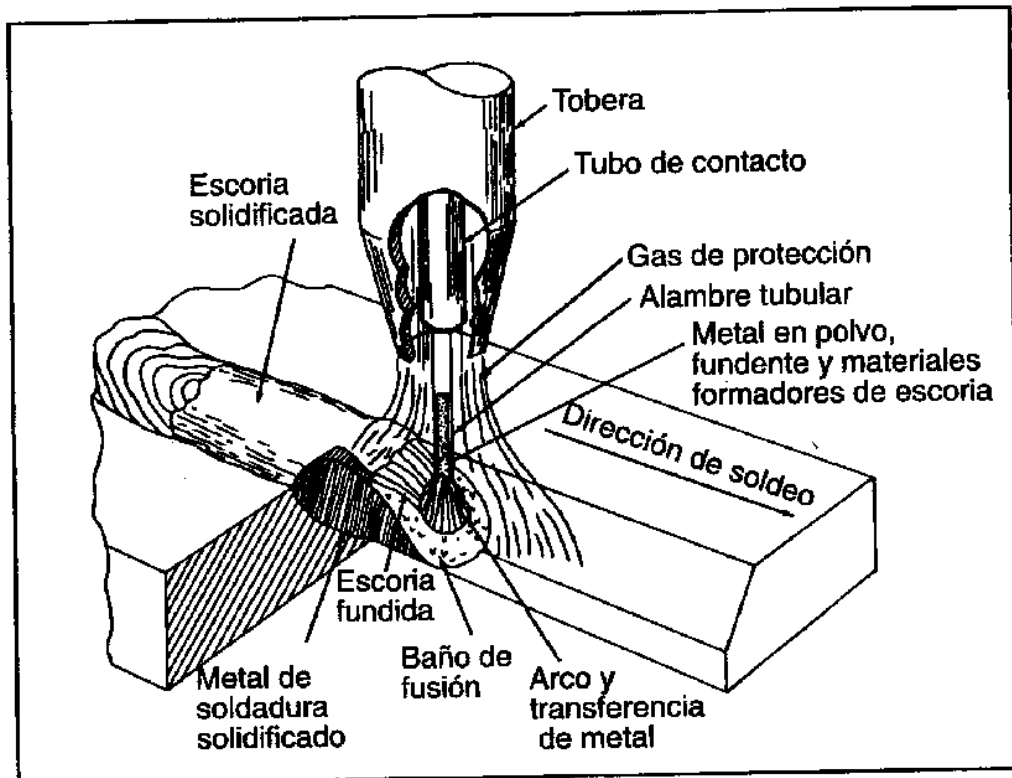

FIGURA 2 : PROCESO CON ALAMBRE TUBULAR CON PROTECCIÓN GASEOSA
- Con protección de gas (gas-shielded ó outershielded), ver figura 2, que suele ser CO₂ o mezclas de CO₂ y argón, que utiliza gas de protección además de la acción protectora del fundente.